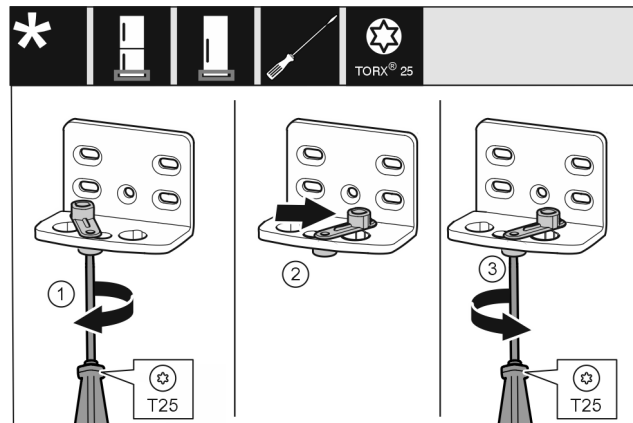

Fig. 13
- ▶ Βιδώστε πρόχειρα τη βίδα με κατσαβίδι T25. Fig. 13 (1)
- ▶ Ανασηκώστε το βοήθημα κλεισίματος πόρτας και περιστρέψτε 90° προς τα δεξιά στην τρύπα. Fig. 13 (2)
- ▶ Σφίξτε τη βίδα με κατσαβίδι T25. Fig. 13 (3)